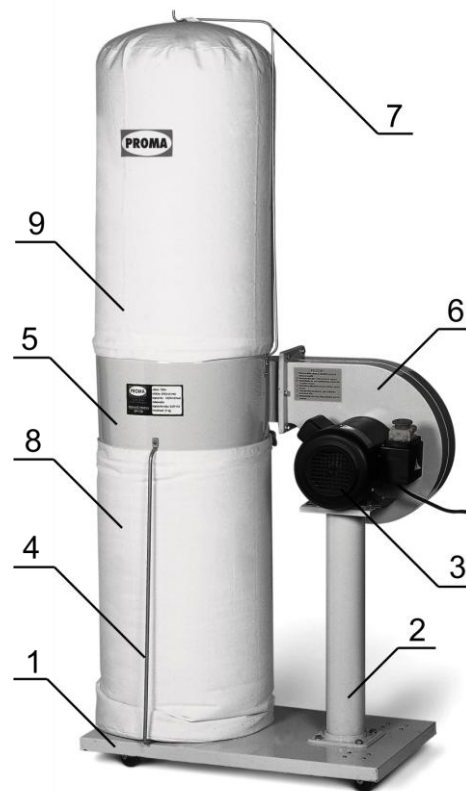

Рисунок 2.
На основании установлена подставка **2**, на которой крепится вентилятор **6** с электродвигателем **3**. Вентилятор имеет входной патрубок для крепления шланга станка и выходное отверстие, прямоугольного сечения для соединения с корпусом пылесоса. На корпусе пылесоса **5** с помощью хомутов крепятся фильтрующий мешок **9** и мешок для сбора стружки и пыли (**8** рис. 2.). Пылесос оборудован кнопками управления, которые находятся на корпусе электродвигателя.
10. Установите и закрепите винтом входной патрубков (10 рис. 2.) на корпусе вентилятора.